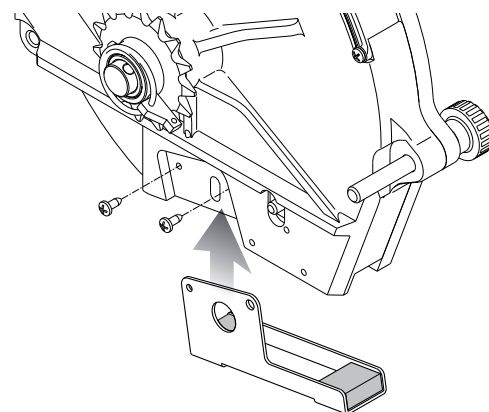

fig. 5
- Fotocellerne skal monteres på hvert enkelt såelement og anbringes i den nedre del af frøfordeleren (Fig.5).